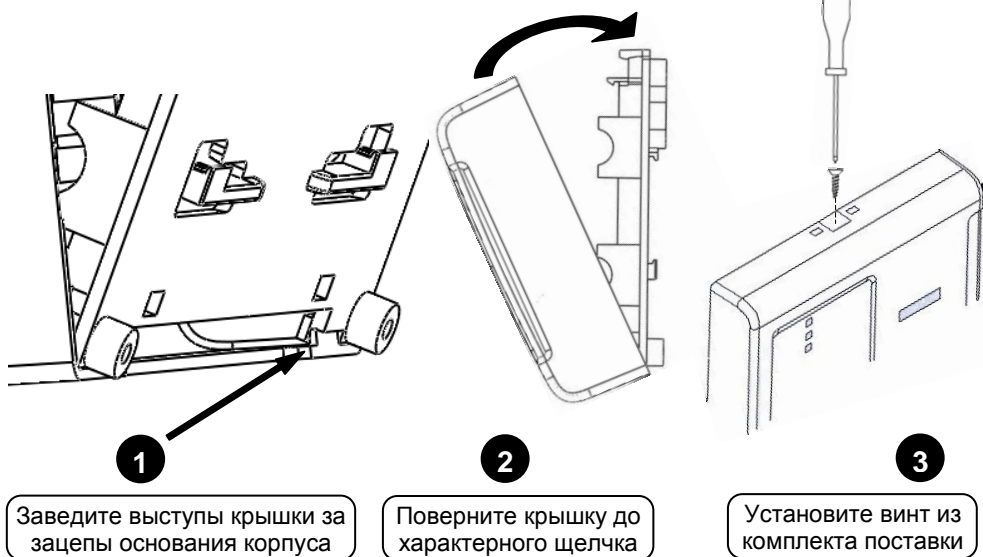

Рисунок 4. Установка крышки блока
4.4 Закройте крышку блока в порядке, указанном на рис. 4.